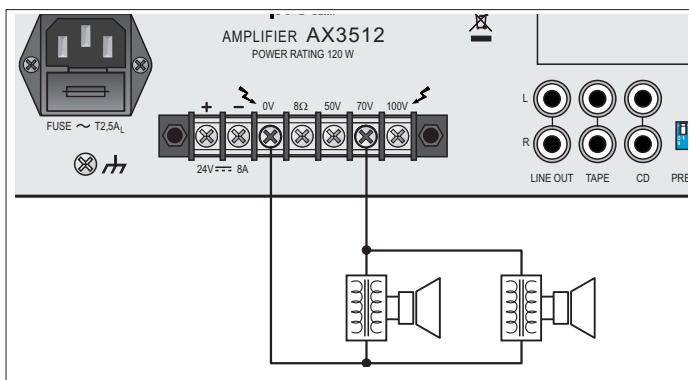
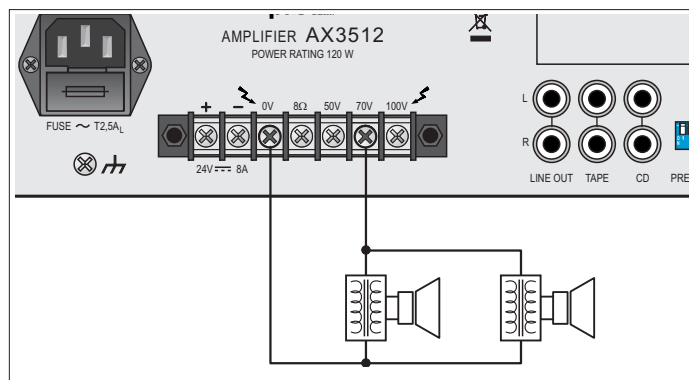

Fig. 3.10.1
Fig. 3.10.2
Le uscite di potenza per i diffusori sono disponibili sulla morsettiera (12). È possibile realizzare un impianto di diffusione sonora utilizzando sia diffusori a bassa impedenza (fig. 3.10.1), sia diffusori dotati di trasformatore di linea (fig. 3.10.2).
The power outputs for the loudspeakers are available on the terminal strip (12). It is possible to set up a sound-broadcasting system using either low-impedance loudspeakers (fig. 3.10.1) or loudspeakers equipped with a line transformer (fig. 3.10.2).